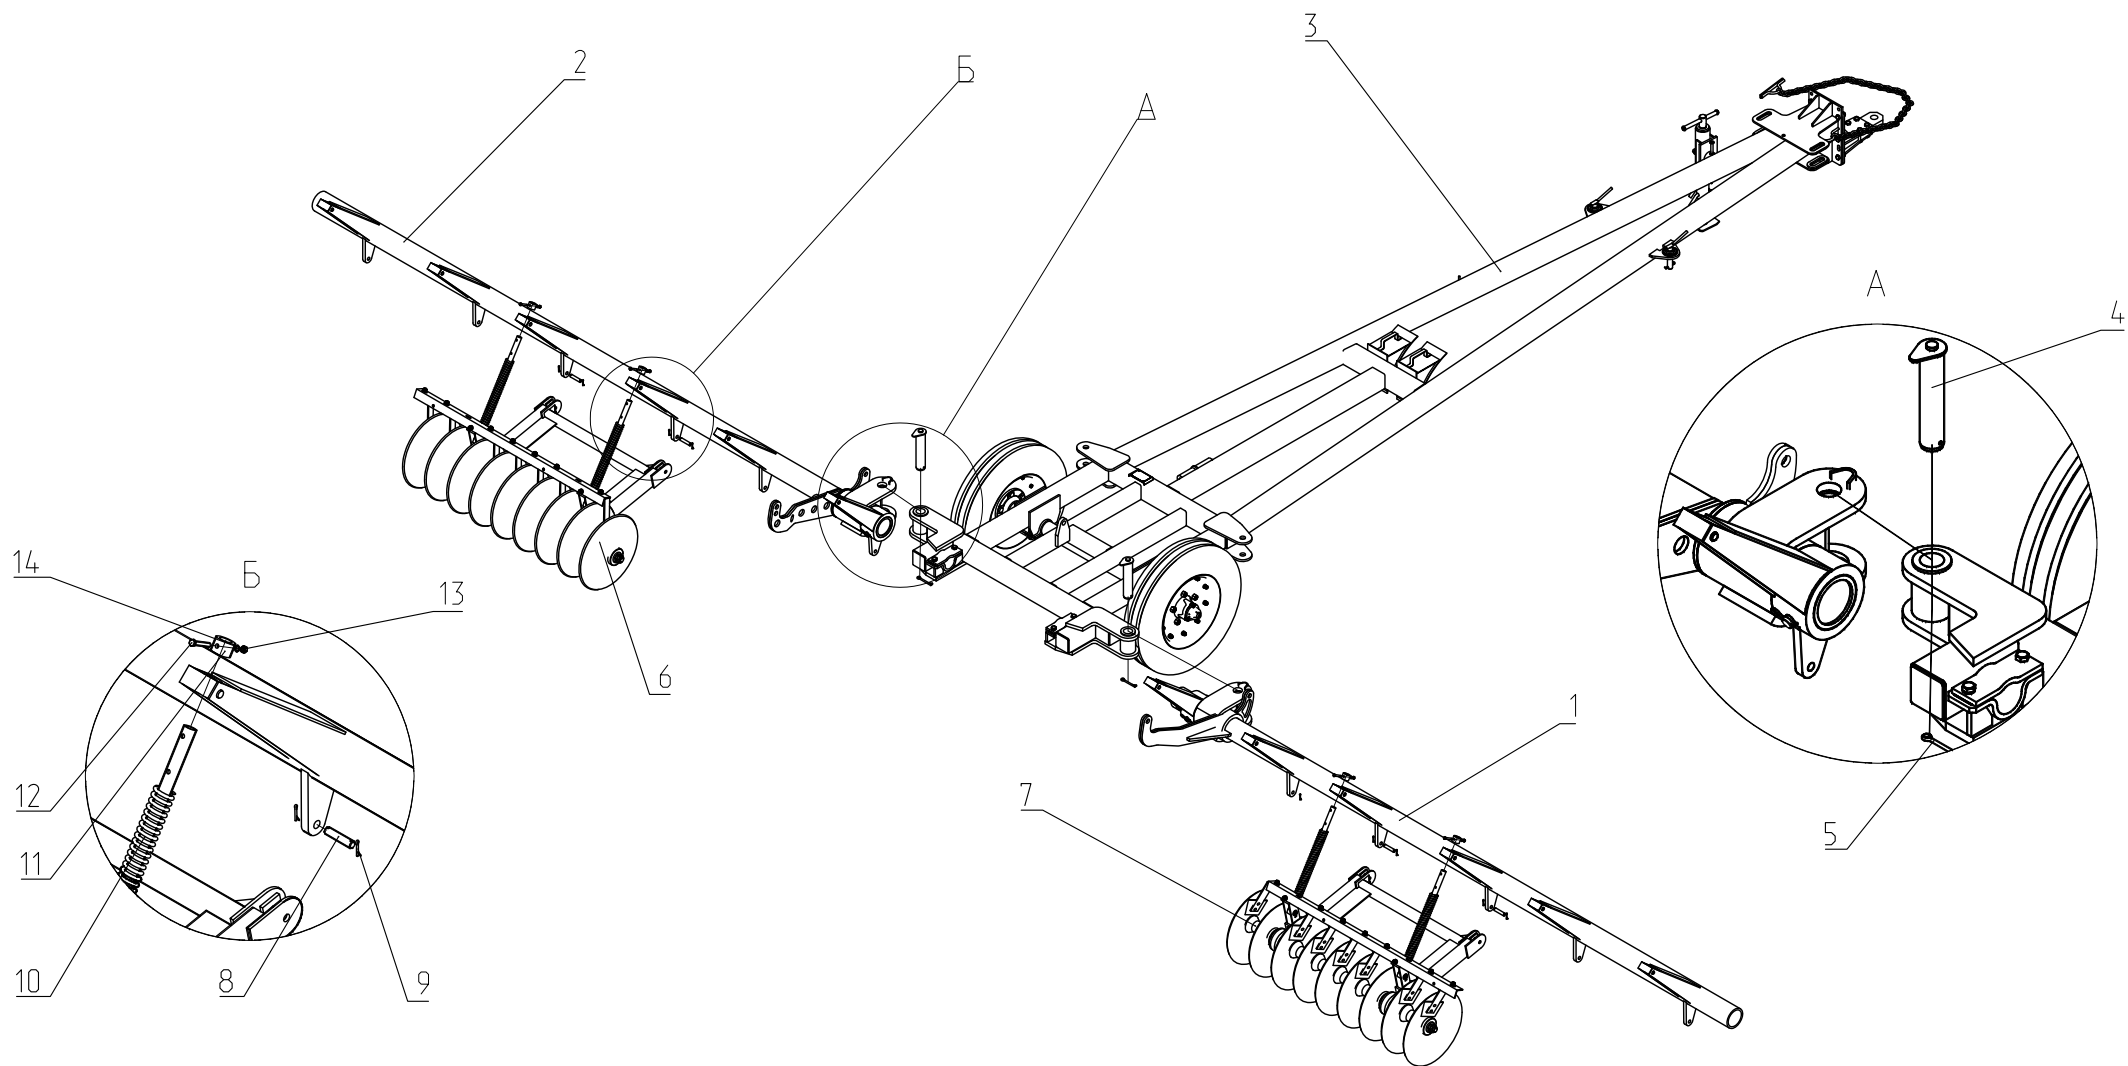

Рис.19 Схема сборки лущильника.
- брус в сборе с колесной парой левой Рис. 19А поз. 2 проушиной одеваем на втулку сницы поз. 3 и фиксируем осью поз. 4 и шплинтом поз. 5. Аналогично собираем брус в сборе с колесной парой правой поз. 1;
- секция в сборе поз. 6 Рис. 19Б одеваем проушинами на кронштейны бруса и фиксируем осями поз. 8 и шплинтами поз. 9;